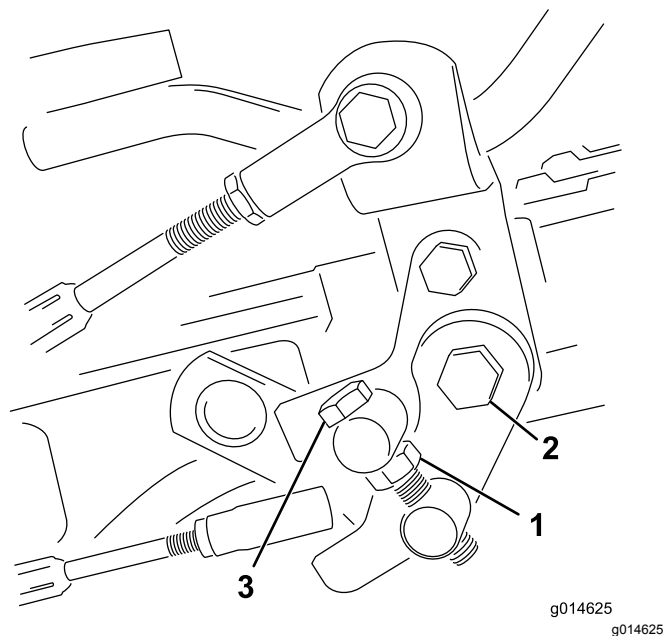

Figura 48
1. Allentate il controdado sul bullone di articolazione (Figura 48).
4. Serrate il controdado sul bullone di articolazione e il dado sul perno del pedale per fissare la regolazione (Figura 48). Controllate la messa a punto, e all'occorrenza ripetete la regolazione.